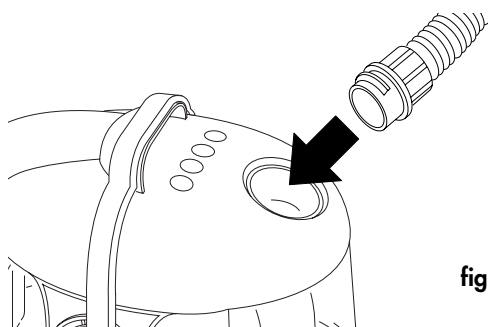

fig. 5
- Installer le tuyau flexible G sur l'appareil, en introduisant le raccord à baïonnette dans l'orifice d'aspiration E, et le tourner dans le sens des aiguilles d'une montre (fig. 5). Pour le reti-